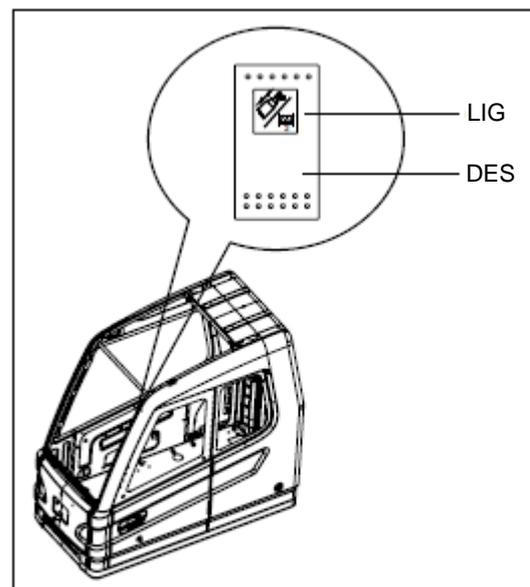

Fig.4-3.6 Telescoping/auxiliary winch
3) Ligue o interruptor de guincho de mudança telescópica /guincho auxiliar pressionando a tecla "ON" final, como mostrado na Fig.4-3.6;
Fig.4-3.6 telescópica / guincho auxiliar